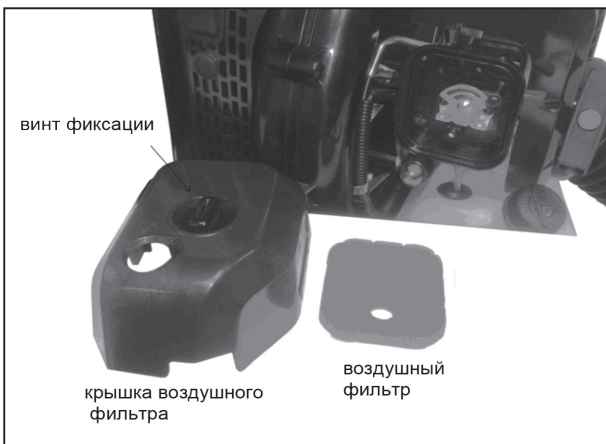

Рис. 42
- Открутите винт фиксации на крышке воздушного фильтра и снимите крышку (рис. 42).